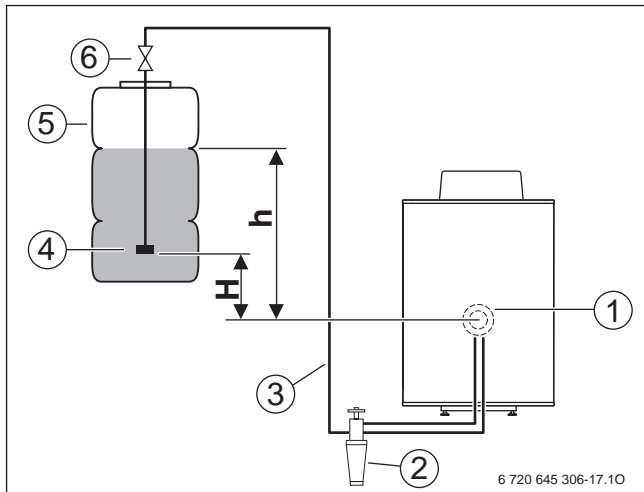
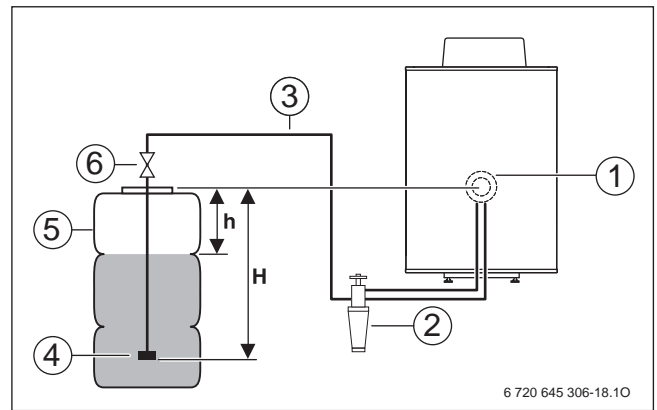

Bild 19 Position des Öltanks oberhalb der Ölpumpe
Bild 20 Position des Öltanks unterhalb der Ölpumpe
Bei der Verwendung eines Einstrangsystems führt vom Tank zum integrierten Ölfilter eine ölführende Leitung. Erst vom Ölfilter werden 2 Leitungen, ein Saug- und ein Rücklaufrohr, zum Brenner geführt (→ Bild 19 und Bild 20). Bei einem Einstrangsystem mit Luftabscheider wird die Lagerstabilität des Heizöls nicht durch das in den Tank rückgeführte Heizöl und den dadurch möglichen Sauerstoffeintritt beeinträchtigt. Außerdem sind Undichtigkeiten in dem Rücklaufrohr ausgeschlossen.
**Legende zu Bild 19 und Bild 20:**